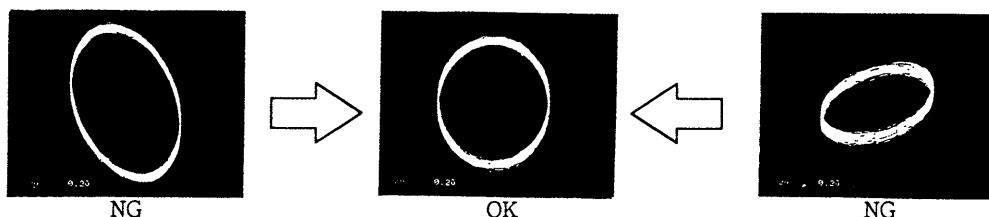

図6-7-1
規格値	図6-7-1 参照
- (1) MUSE 基準ディスクを再生する。
- (2) フレーム # 4000 をサーチする。
- (3) オシロスコープのリサージュ波形図6-7-1のようになる様、RV101を調整する。
- (3) オシロスコープのリサージュ波形図6-7-1のようになる様、RV106を調整する。